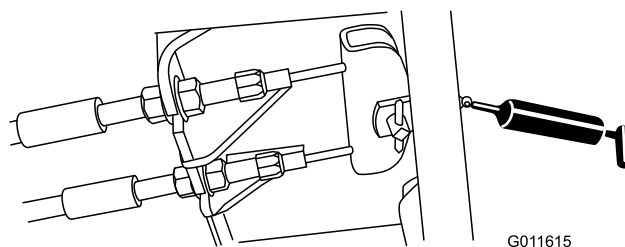

Figura 36
- Pedal do travão (1) (Figura 36)